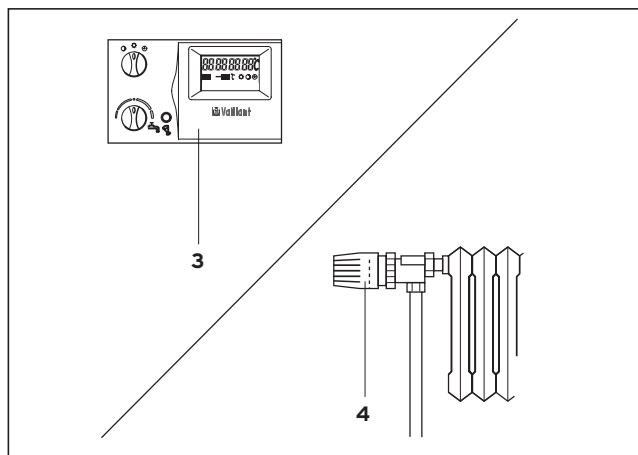

Fig. 3.12 Reglarea termostatelor de cameră/reglatoarelor cu senzor exterior
3.5.2 Reglarea termostatelor de cameră sau a reglatoarelor cu senzor exterior (fig. 3.12)